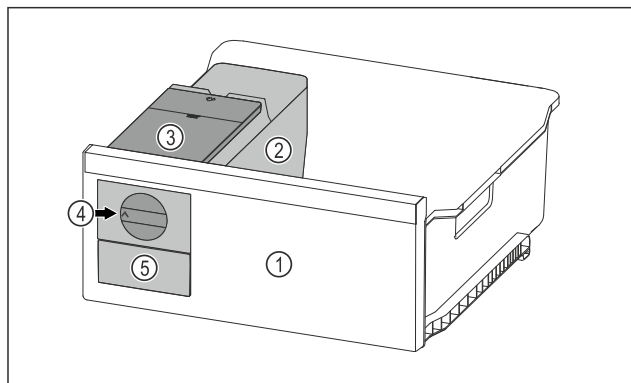

Fig. 74 Примерное изображение
- Поверните поворотную кнопку Fig. 74 (4) по часовой стрелке до упора.
- ▷ Кубики льда упадут из ванночки для кубиков льда в выдвижной ящик для кубиков льда Fig. 74 (5). Если не все кубики льда извлекаются из ванночки для кубиков льда: